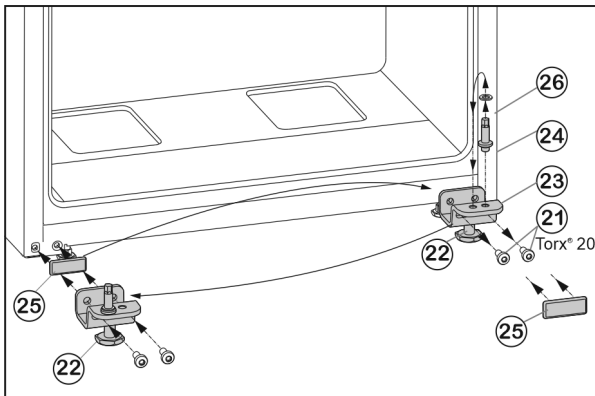

Fig. 7
- ▶ Upevňovací šrouby *Fig. 7 (21)* odšroubujte.
- ▶ Vyměňte spodní stojan ložiska *Fig. 7 (23)* i s ložiskovým čepem *Fig. 7 (24)*, podložkou *Fig. 7 (26)* a seřizovací nožkou *Fig. 7 (22)*.
- ▶ Ložiskový čep *Fig. 7 (24)* kompletně odšroubujte i s podložkou *Fig. 7 (26)*, přemístěte do protilehlého upínacího otvoru stojanu ložiska a opět přišroubujte.
- ▶ Krycí desku *Fig. 7 (25)* opatrně sejměte a přemístěte ji na protější stranu.
- ▶ Spodní stojan ložiska *Fig. 7 (23)* opět kompletně, i s ložiskovým čepem *Fig. 7 (24)*, podložkou *Fig. 7 (26)* a seřizovací nožkou *Fig. 7 (22)*, případně s pomocí akumulátorového šroubováku **silou (4 Nm)** našroubujte na nové straně závěsu dveří.
- ▶ Spodní dveře nasadte shora na ložiskový čep *Fig. 7 (24)*.
- ▶ Seřizovací nožku *Fig. 7 (22)* na spodním stojanu ložiska *Fig. 7 (23)* vytáchejte, až dosedne na zem.